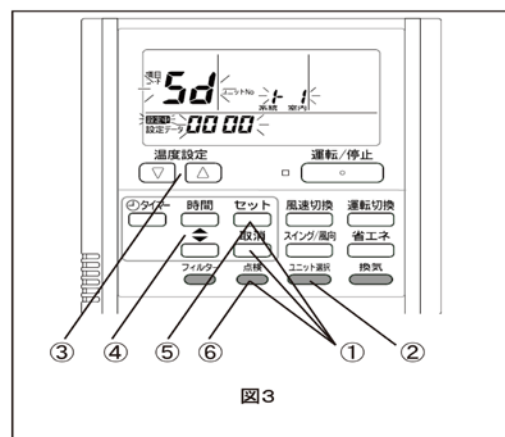

図3
サイドパネルを矢印①の方向へスライドし、取り外します。(左右2カ所)(図3)
(図3)